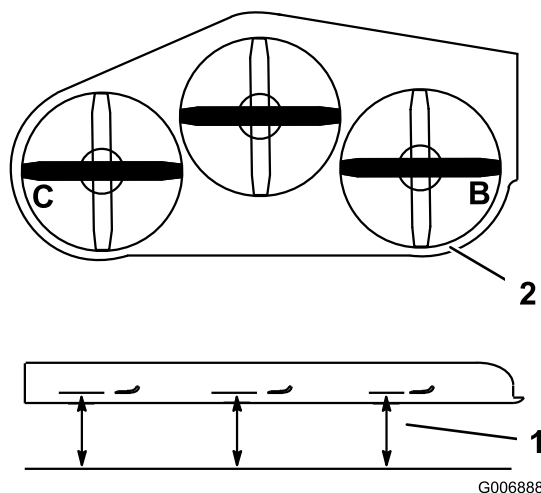

Figura 85
4. Mida en las posiciones **B** y **C** desde una superficie nivelada hasta el filo de corte de los extremos de las cuchillas (Figura 85).